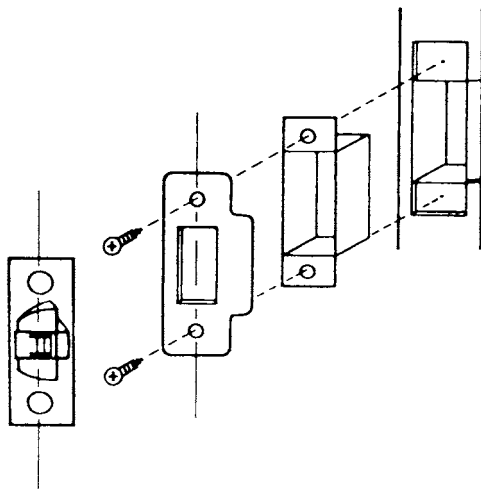

Рис. 8.13. Установка запорной планки
13. Разметить положение запорной планки на дверной раме. Следует убедиться, что линия, проходящая через отверстия для винтов запорной планки, точно совмещена с линией сквозных отверстий на лицевой части защелки, когда дверь находится в закрытом состоянии (рис. 8.13).